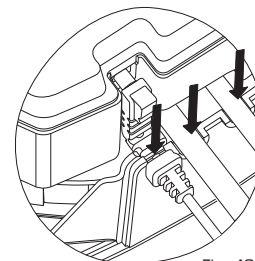

Fig. 48
2. **Presione** el botón de liberación del cable en la muesca de la base. Asegúrese de que los tubos estén en las hendiduras de la parte posterior de la base (Fig. 48).